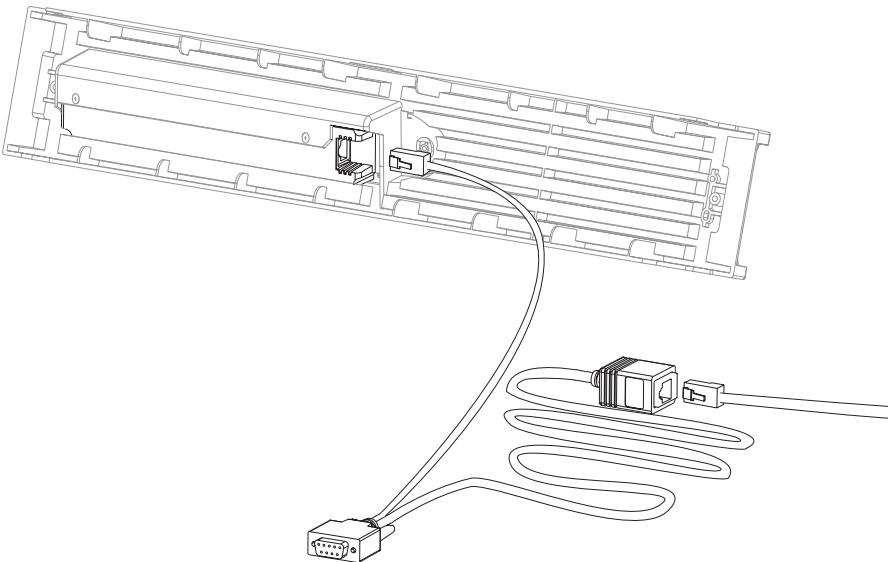

Рисунок 7. Подключение программного кабеля дисплея PowerView RM
3. Подсоедините программный кабель (входит в комплект поставки, изделие фирмы APC, номер по каталогу 940-0082) между дисплеем PowerView и кабелем устройства Symmetra RM. Порядок подключения программного кабеля описан в пп. а–с (см. рис. 7).